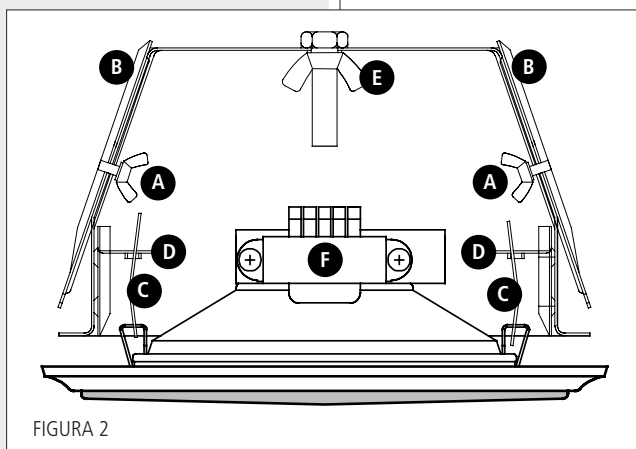

FIGURA 2
2. Svitare i due bulloni ad alette **A** (figura 2) che bloccano le due piastre di fissaggio **B** e spostare queste ultime verso l'alto; fermare quindi le due piastre **B** riavvitando i due bulloni ad alette **A**.
NOTA: PER FACILITARE LE CONNESSIONI, SOPRATTUTTO QUANDO SI UTILIZZANO DEI CAVI ANTIFIAMMA PARTICOLARMENTE RIGIDI, I MORSETTI CERAMICI POSSONO ESSERE RIMOSSI DAL FONDELLO SVITANDO IL BULLONE AD ALETTE E (FIGURA 2) CHE BLOCCA IL SUPPORTO DEI MORSETTI.
Il trasformatore di linea **F** (figura 2) del diffusore è collegato alla morsetteria del fondello tramite i 2 conduttori intestati con connettori FASTON.